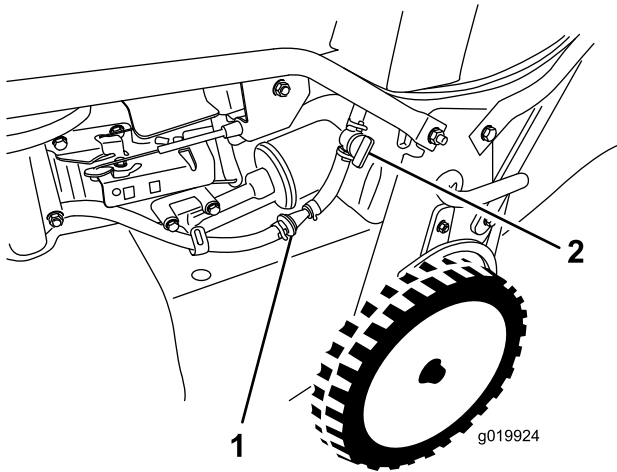

Figure 35
3. Fermez le robinet d'arrivée de carburant (Figure 35).
4. Déposez le filtre à carburant (Figure 35) de la conduite de carburant en desserrant les colliers autour du filtre.